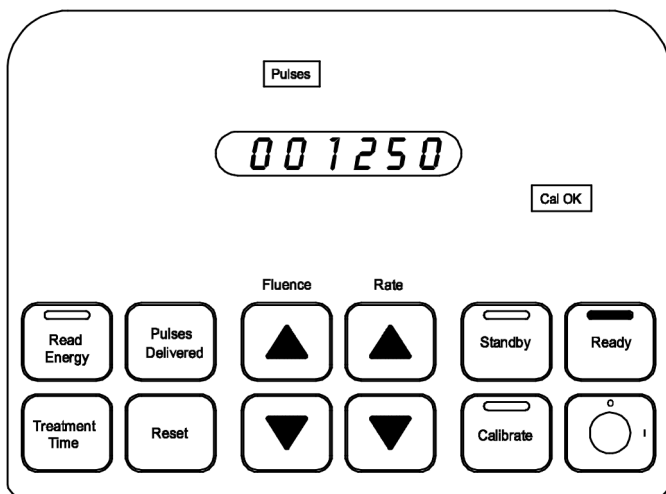

**Figura 10**
5. Pressionar o pedal faz com que a luz vermelha **Lasing** (Laser) e a luz vermelha de status da parte superior do painel de controle fiquem acesas. (Figura 10)